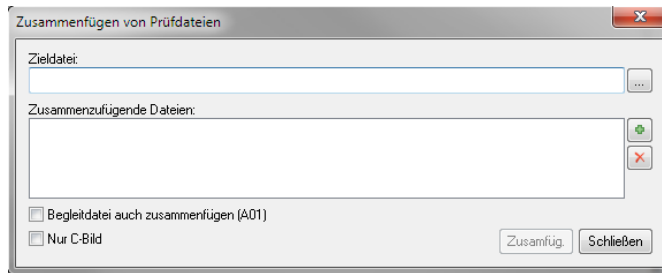

Abbildung 6-5 Dialogfeld Zusammenfügen von Prüfdateien
2. Im Dialogfeld **Zusammenfügen von Prüfdateien** (siehe Abbildung 6-5 auf Seite 342):